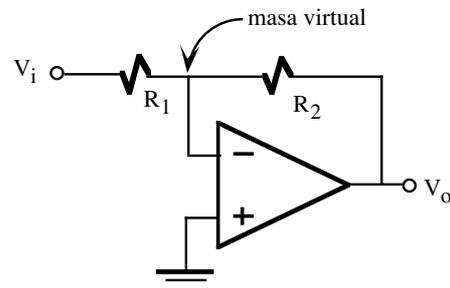

Figura 8.5. Amplificador inversor.
• **Amplificador inversor.** La ganancia en tensión del amplificador inversor (figura 8.5) se obtiene analizando el circuito y aplicando las características del OA ideal. Si las corrientes a través de las líneas de entrada son nulas, se cumple